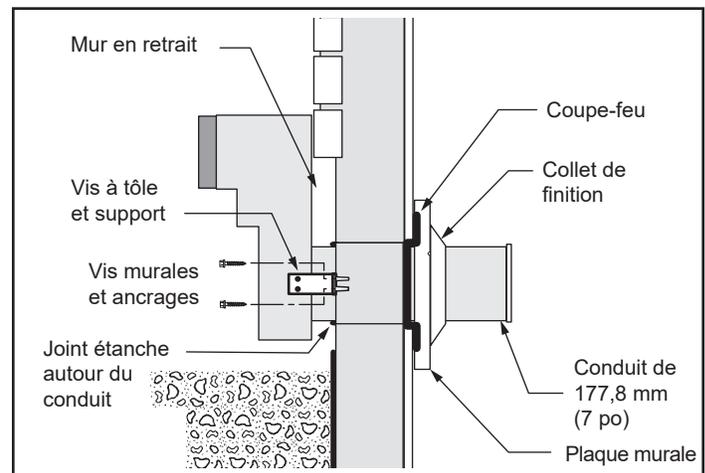

Figure 3.15 – Utilisation de supports de rallonge pour installer le schnorkel contre un mur en retrait
7. Si les fondations se trouvent en retrait, servez-vous de supports de rallonge (non compris) pour monter la partie inférieure du schnorkel. Installez d'abord les supports au mur, puis fixez-les au schnorkel au moyen de vis à tôle autotaraudeuses n° 8 x 1/2 po. Faites sortir les conduits de ventilation aussi loin que la face saillante du mur (figure 3.15).